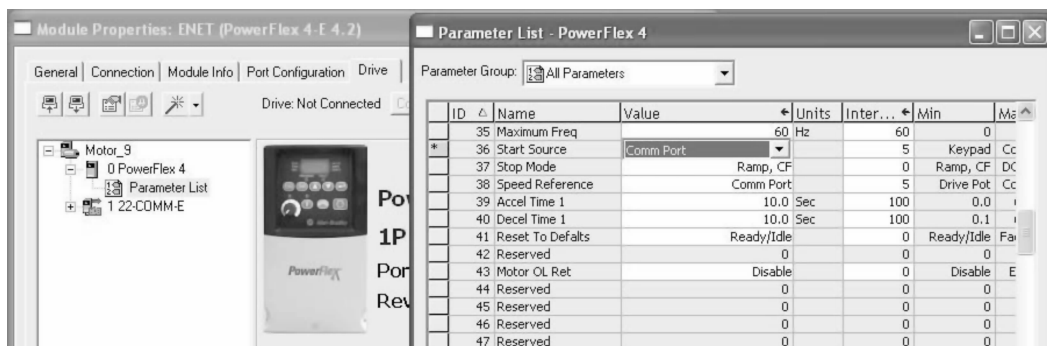

图 24-7 PowerFlex 4、40、40P 和 400 参数配置
对于 PowerFlex 4、40、40P 和 400，将参数 36 和 38 设置为 Comm Port (5)，如图 24-7 所示。